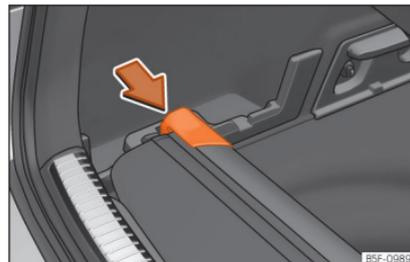

Abb. 178 Im Gepäckraum: Aufnahme zum Verstaueung der aufrollbaren Abdeckung.
- Drücken Sie den Kopfteil der aufrollbaren Abdeckung in Pfeilrichtung, bis diese in der vorgesehenen Aufnahme einrastet »» **Abb. 178**.